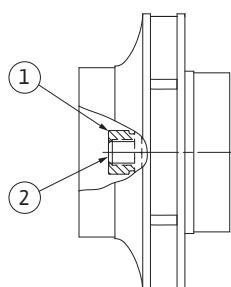

Fig. 55: Pravilan položaj navrtke radnog kola nakon montaže
29. Čvrsto držati vratilo (vidi radni korak 24) i navrtku radnog kotla pritegnuti propisanim momentom pritezanja (vidi listu „Tabela 11: Momenti pritezanja zavrtnjeva“ na strani 52). Navrtka (Fig. 55, poz. 1) mora da bude u nivou sa krajem vratila približno  $\pm 0,5$  mm (Fig. 55, poz. 2). Ukoliko to nije slučaj, olabaviti navrtku i ponoviti radne korake 25 do 29.